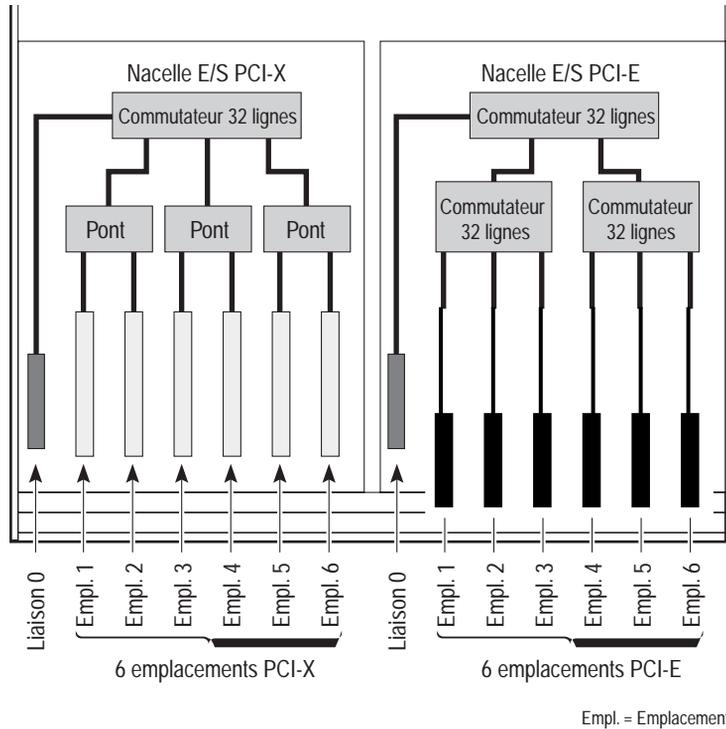

FIGURE 1-5 Comparaison de la configuration des nacelles E/S PCI-X et PCI Express
Une nacelle E/S PCI-X est représentée sur la gauche dans la FIGURE 1-5. Cette nacelle dispose de six sockets PCI-X et d'un socket de liaison.
- Les sockets PCI-X et PCI Express (FIGURE 1-5) n'ont pas les mêmes longueurs et hauteurs. Si vous installez une carte PCI-X ou PCI Express dans une nacelle E/S ne correspondant pas au type approprié, vous risquez d'endommager la carte et le connecteur de l'emplacement du chariot.